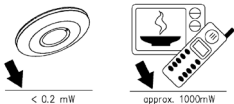

Рис. 4
**ВНИМАНИЕ!** Излучаемая датчиком высокочастотная мощность меньше 10мВт, что составляет сотую часть от мощности волн, исходящих от мобильных телефонов и микроволновых печей (рис. 4).